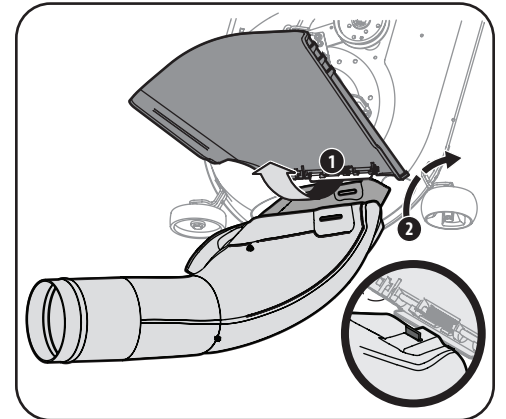

Figura 4-13
- Asegure el codo del canal en la plataforma alineando la ranura de la lengüeta en la funda, y la lengüeta ubicada en la plataforma de la cortadora, como se muestra en la Figura 4-13.
- Con el canal de descarga del tractor elevado y abierto (1), instalar el codo del canal, como se muestra en la Figura 4-13.